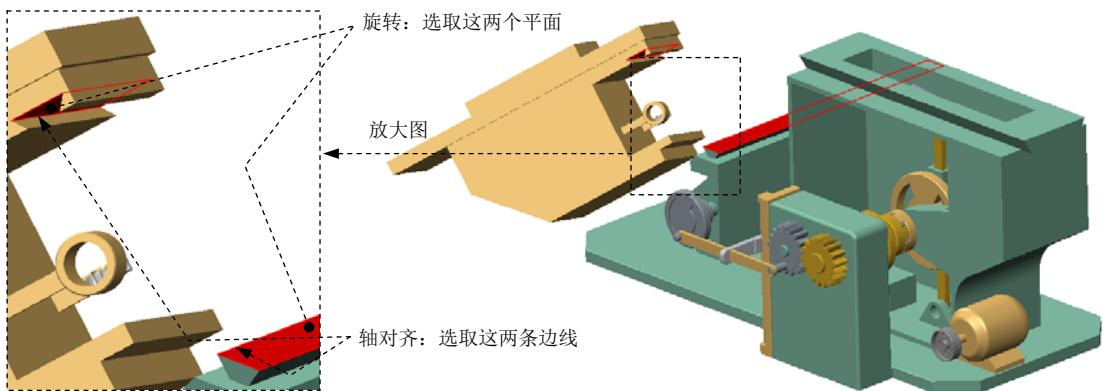
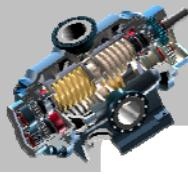

图 9.6.72 创建滑块 (Slider) 连接
图 9.6.73 “放置”界面
- (4) 单击操控板中的 按钮，完成连接的创建。
Step33. 引入工作台组件 TABLE_ASM.asm，并将其调整到图 9.6.72 所示的位置（在模型树中隐藏元件 RAM）。
(1) 在连接列表中选取 **滑块** 选项，此时系统弹出“元件放置”操控板，单击操控板菜单中的 **放置** 选项卡。
(2) 定义“轴对齐”约束。分别选取图 9.6.72 所示的两条边线为“轴对齐”约束参考，此时 **放置** 界面如图 9.6.73 所示。
(3) 定义“旋转”约束。分别选取图 9.6.72 所示的两个平面为“旋转”约束参考，此时 **放置** 界面如图 9.6.74 所示。